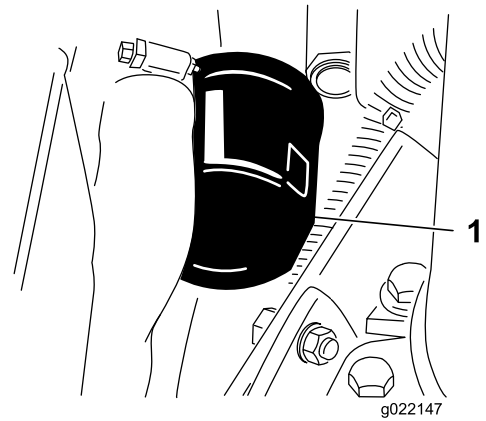

Bild 52
- Entfernen Sie den Ölfilter (Bild 52).